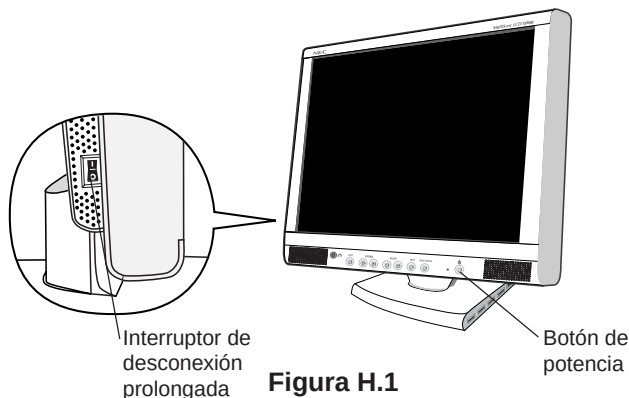

Figura H.1
8. El interruptor de desconexión prolongada situado en el lado izquierdo del monitor debe estar conectado (**figura H.1**). Encienda el monitor con el botón de potencia y conecte el ordenador.